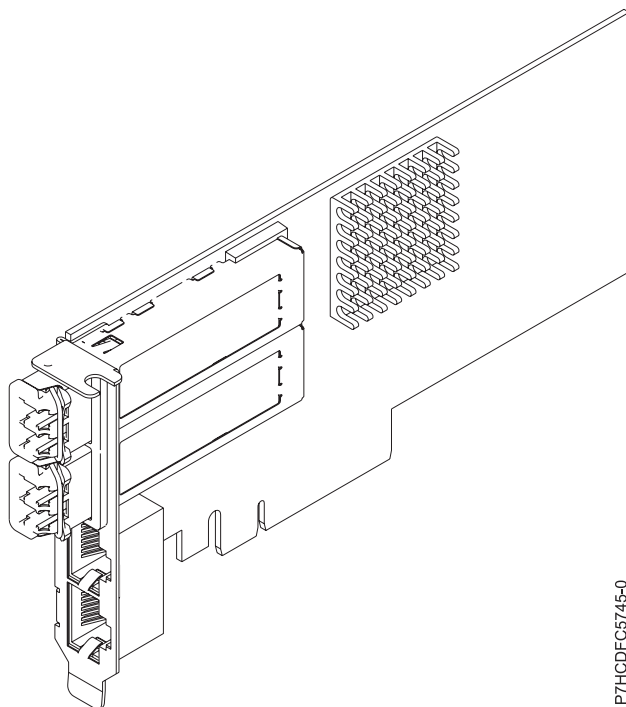

Figura 48. Adaptador FC EN0H
L'adaptador de quatre ports proporciona dos ports connectables de format petit (SFP+) FCoE SR de 10 Gb i dos ports Ethernet RJ45 d'1 Gb. Els dos ports FCoE de 10 Gb es connecten mitjançant connectors FCoE de tipus petit (LC). Cada port FCoE proporciona connectivitat Ethernet amb una velocitat nominal de dades de 10 Gbps (gigabits per segon). Cadascun dels ports d'1 Gb proporciona connectivitat d'Ethernet a una velocitat de dades d'1 Gbps i es connecta amb cables Ethernet. No s'admet una velocitat de dades de 10 Mb. La Figura 48 a la pàgina 159 mostra l'adaptador FC EN0H.